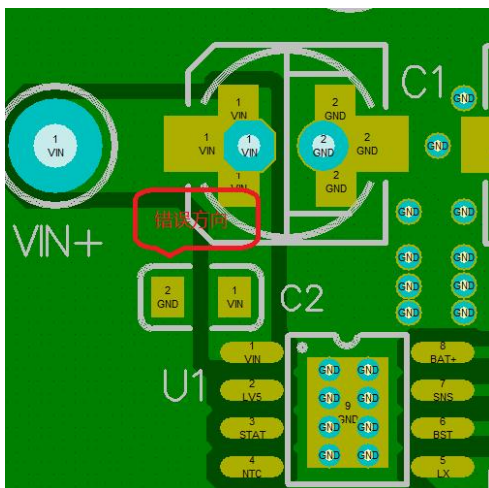

图 2(C2 电容错误方向)
2、输入小容量贴片电容 C2 尽量靠近芯片第一脚和底盘，注意 C2 的放置方向，尽量放置在输入大电流回路，如下图 2, 3 所示：